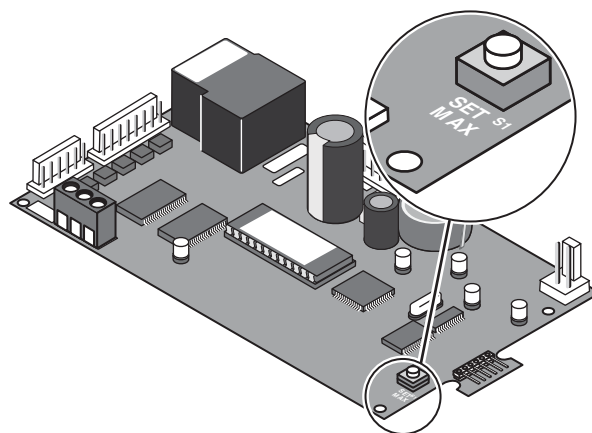

Figura 33.
3. Presione el botón de **Punto Máximo de Fijación de Temperatura** localizado detrás de la tarjeta del control (ver la **Figura 33**).